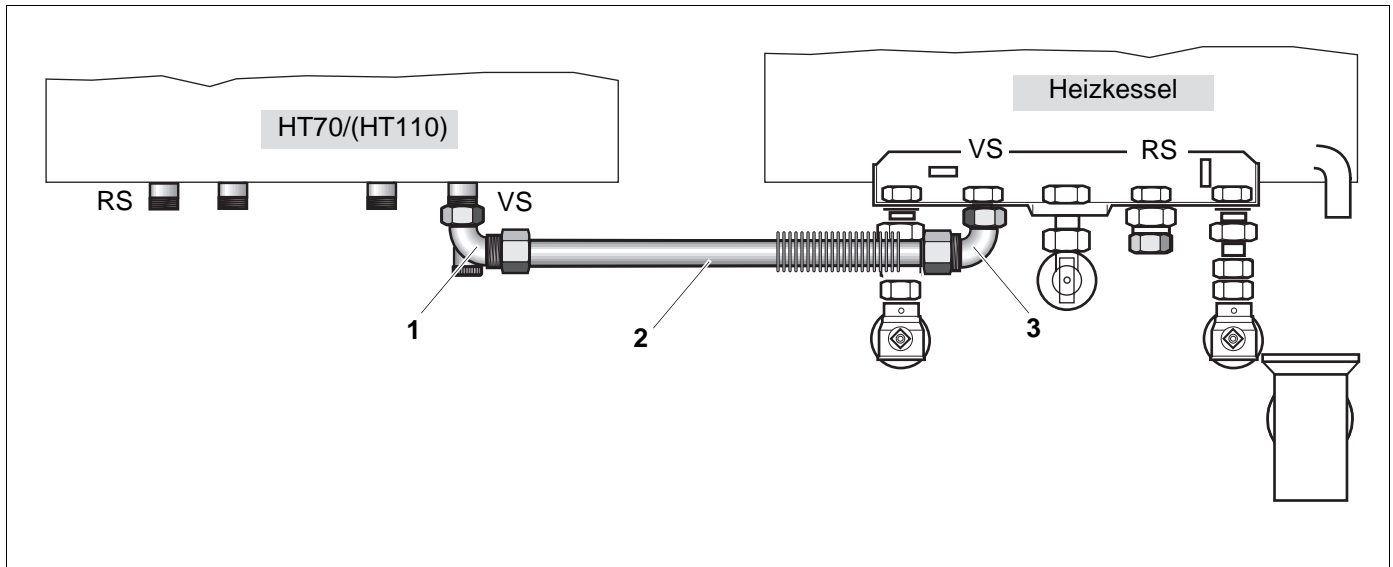

Abb. 6 Verbindungsrohr Speichervorlauf HT70/HT110 **links** (ohne Wärmeschutz dargestellt) **Wellung beachten!**
- Winkelverschraubung mit Stopfen in den Speichervorlauf mit Dichtung anschrauben (Abb. 6, Pos. 1).
- Kurzen Wellschlauch (Abb. 6, Pos. 2) mit Dichtungen zwischen Anschlusswinkel (Abb. 6, Pos. 3) Speichervorlauf (VS) des Heizkessels und der Winkelverschraubung mit Stopfen (Abb. 6, Pos. 1) des HT70/HT110 anschrauben.